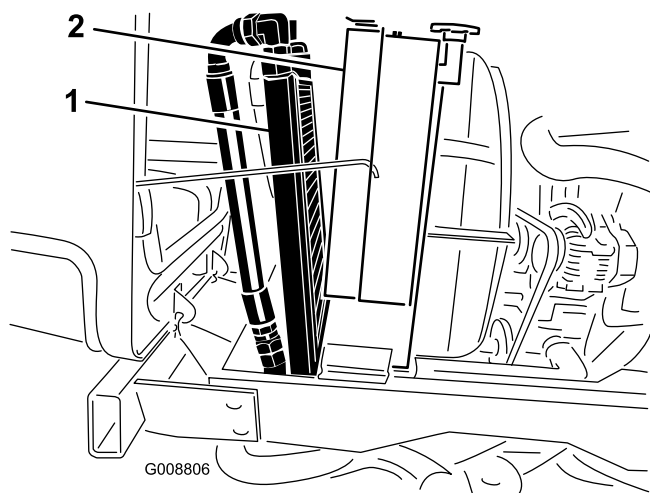

Figure 68
3. Basculez le refroidisseur d'huile en arrière. Nettoyez soigneusement les deux côtés du refroidisseur et la surface autour du radiateur (Figure 68) à l'air comprimé. Commencez par l'avant et soufflez les débris vers l'arrière. Nettoyez ensuite en soufflant de l'arrière vers l'avant. Répétez cette procédure plusieurs fois jusqu'à ce qu'il ne reste plus aucun débris.